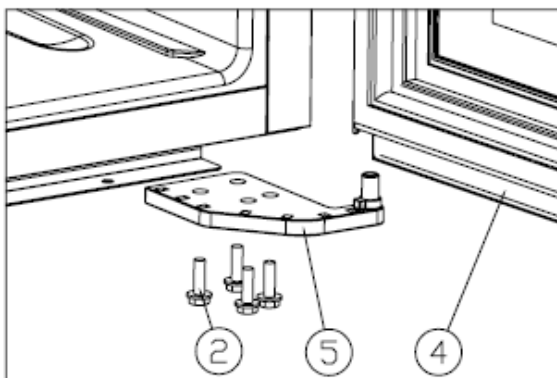

Figure 2
Schrauben M5\*16 (2) herausdrehen, unteres rechtes Scharnier entfernen (5). [Figure 2]